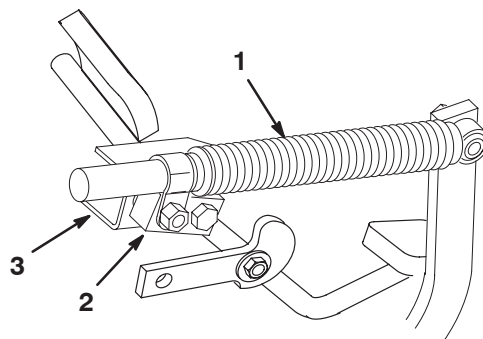

Bild 61
2. Lockern Sie die Klemmmutter, mit der das Stoßdämpfergelenk an der Stoßdämpferhalterung befestigt ist (Bild 61).